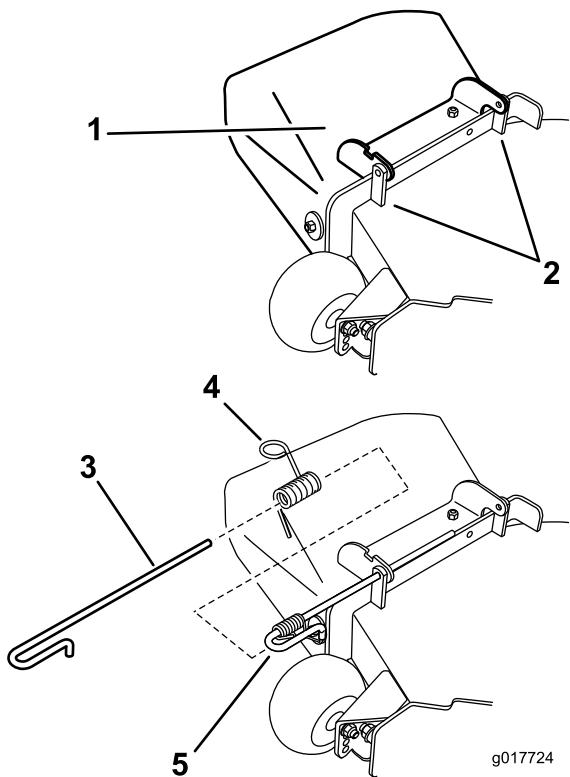

Figure 71
(Figure 71). Enlevez le déflecteur s'il est endommagé ou usé.
2. Positionnez le nouvel ensemble déflecteur d'éjection en plaçant les extrémités du support entre les supports soudés du tablier, comme illustré à la Figure 71.